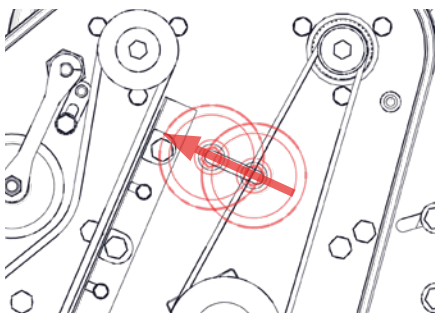

Fig. 16H - Allentare la puleggia tendicinghia
- Se ci si limita a rimetterla in tensione, passare allo stadio iii. Allentare la puleggia tendicinghia [chiave da 14,3 mm - 9/16 di pollice] (Fig. 16H).